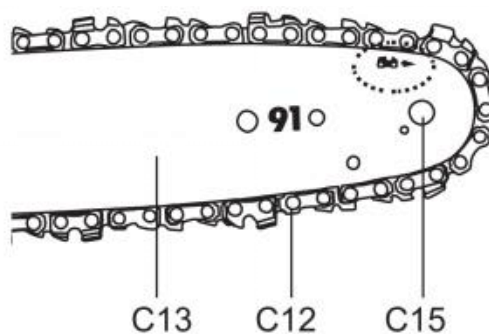

Fig. 11
7) Le mouvement de la chaîne de scie est indiqué par la flèche (Fig. 11). Assurez-vous que la chaîne de scie (C12) est correctement placée sur le pignon (C15) du guide-chaîne (C13). (Fig.11)